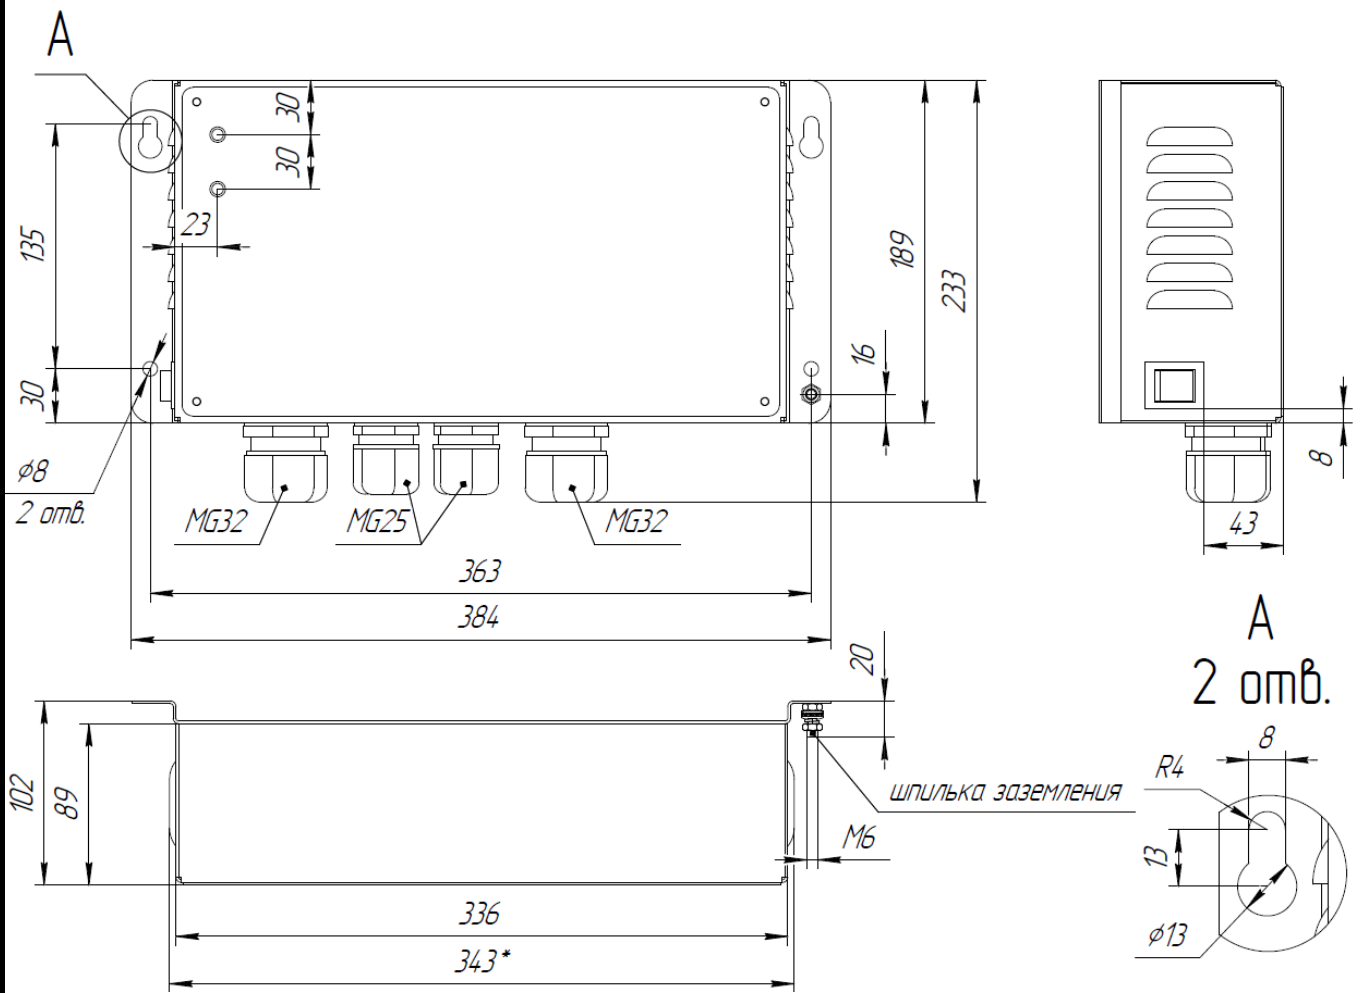

Рисунок 2. Габаритные и установочные размеры DC-108-1000
2. Корпус устройства следует надежно закрепить с помощью болтов или саморезов (смотрите Рисунок 2).
6. Заземлить корпус БП на общую шину заземления судна. Болт заземления (M6) расположен с правой стороны в нижней части корпуса БП (смотрите Рисунок 2).